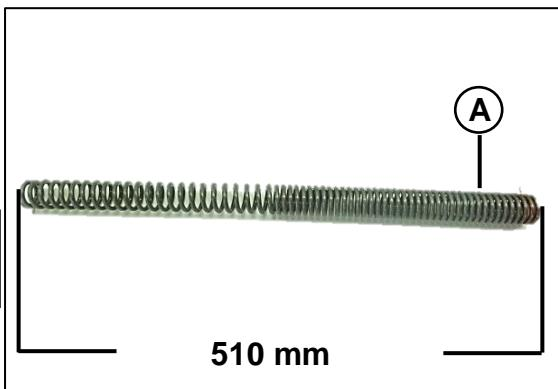

Fig. 06
Verificar la longitud del resorte (A) si sobre pasa el límite de servicio cambiarlo. **Fig. 06**